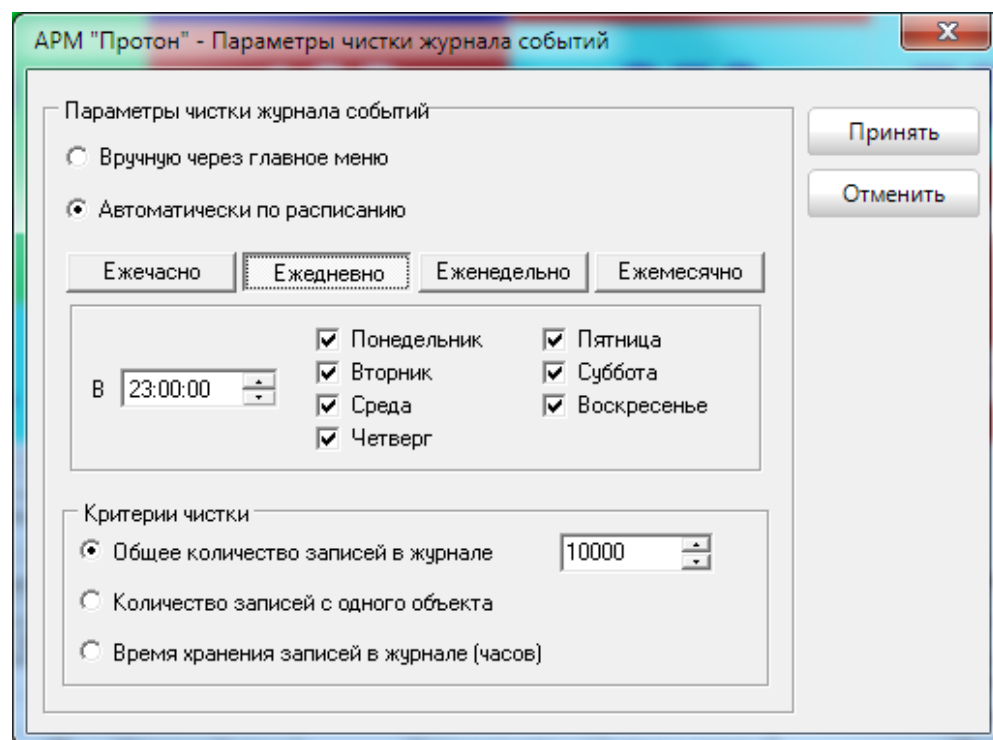

Рисунок 39
- ежедневно в отмеченные дни в определённое время (Рисунок 39),